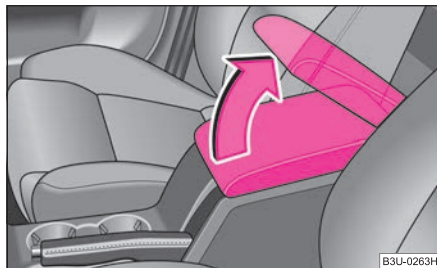

Abb. 102 Armlehne zwischen Fahrer- und Beifahrersitz
- Klappen Sie den Deckel der Armlehne auf ⇒ **Abb. 102**.
- Klappen Sie zuerst den Deckel der Armlehne in Pfeilrichtung ganz nach oben ⇒ **Abb. 102** und erst danach ganz nach unten.